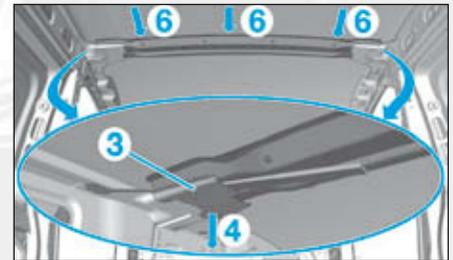

FIG. 134
- Écarter légèrement le renfort de pied milieu (3) à l'aide d'un burin suivant la flèche (4) (Fig.134).
- Reposer la traverse centrale de pavillon en l'insérant vers l'avant du véhicule suivant la flèche (6).